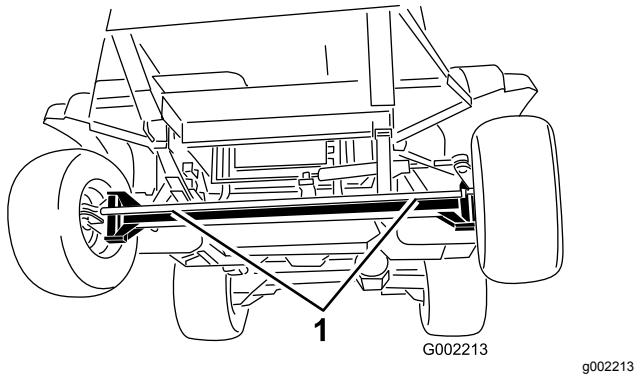
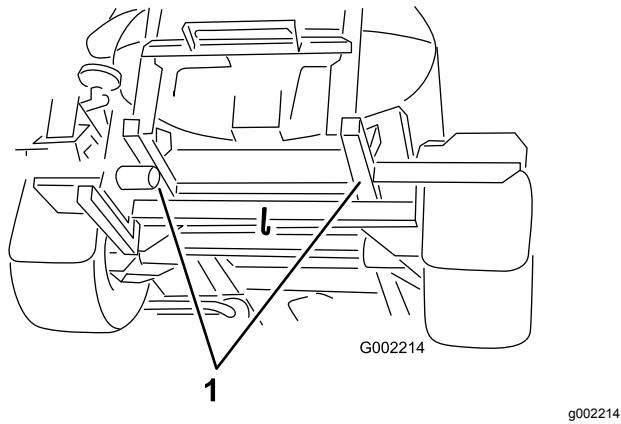

Figure 53
Figure 54
- Accrochez un câble de remorquage au cadre ; voir les points de remorquage avant et arrière (Figure 53 et Figure 54).